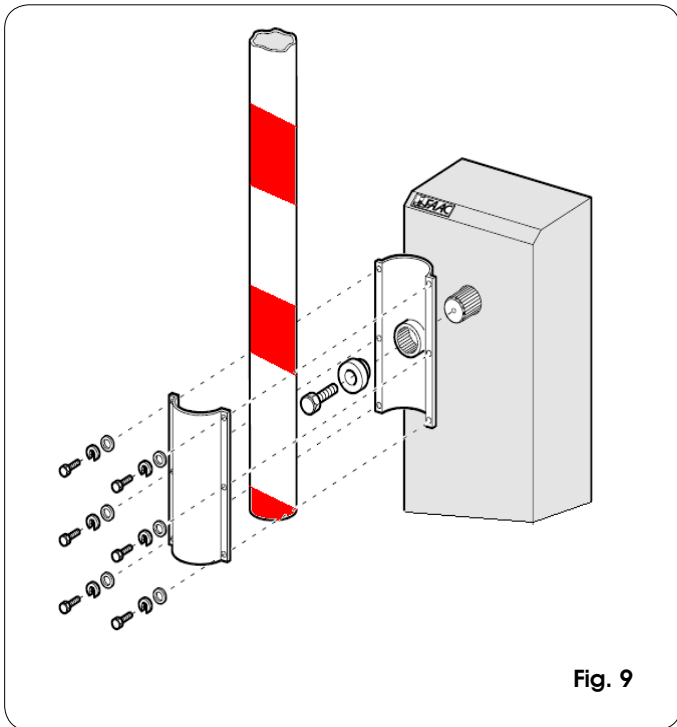
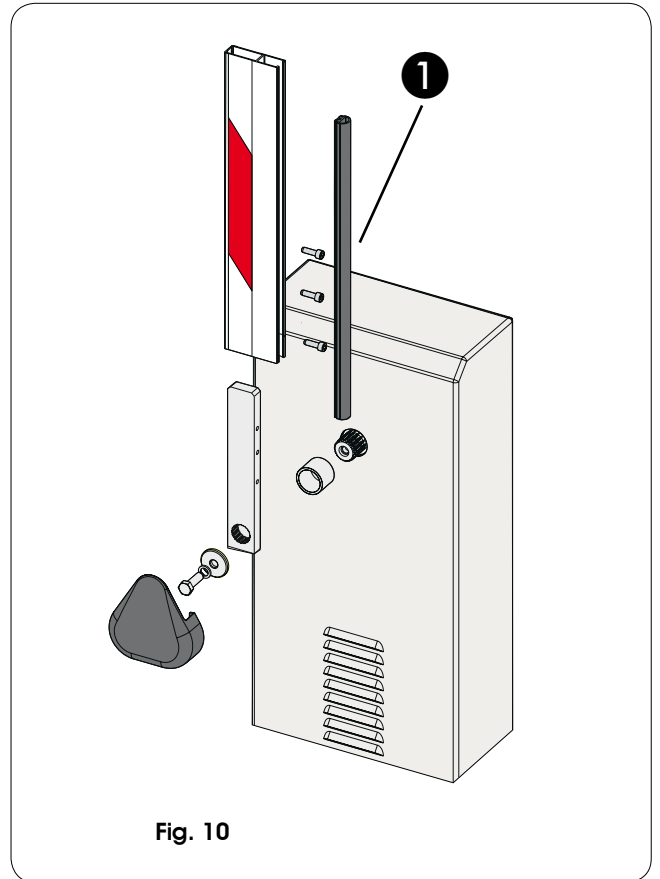

Fig. 9
Fig. 10
- 4) Ensamble la barra utilizando los tornillos entregados en dotación como se indica en las fig. 9, 10 y 11 (el perfil de goma de la barra rectangular debe estar dirigido en el sentido de cierre Fig.10). Ref 1.
2. Coloque la barra en posición de apertura y quítela del bolsillo porta barra como se indica en las Fig.9, 10 o en la Fig. 11.